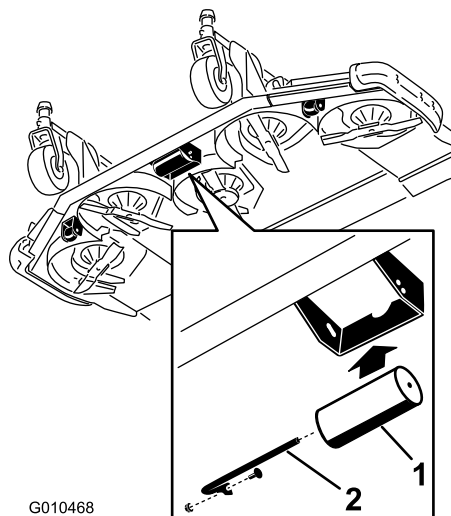

図 31
2. ブラケットの下穴からシャフトを抜き出し、ローラを上穴に合わせてシャフトを取り付ける (図 31)。